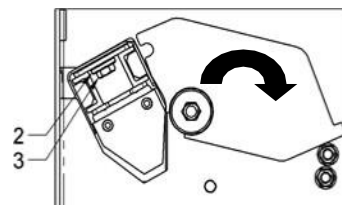

Bild 9. Skyddsplatta, öppet läge, bortplockning av bult och styrning.
Vrid undan skyddsplattan och placera den i det läge som visas i Bild 9.
Ta loss knivhållarstyrningen (2) genom att lossa M12 skruven (3), på det sätt som visas i Bild 9. Använd rensningsredskapet som sitter på maskinens front, dra ut knivhållarprofilen genom att haka tag i styrningshålet.